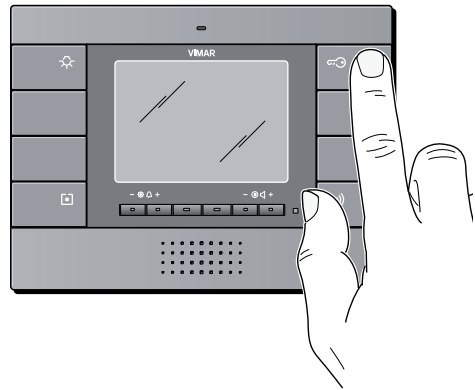

Figure 11
- Appuyer et maintenir appuyé pendant 3 secondes la touche "B" (fonction ouvre-porte) (figure 11) ;